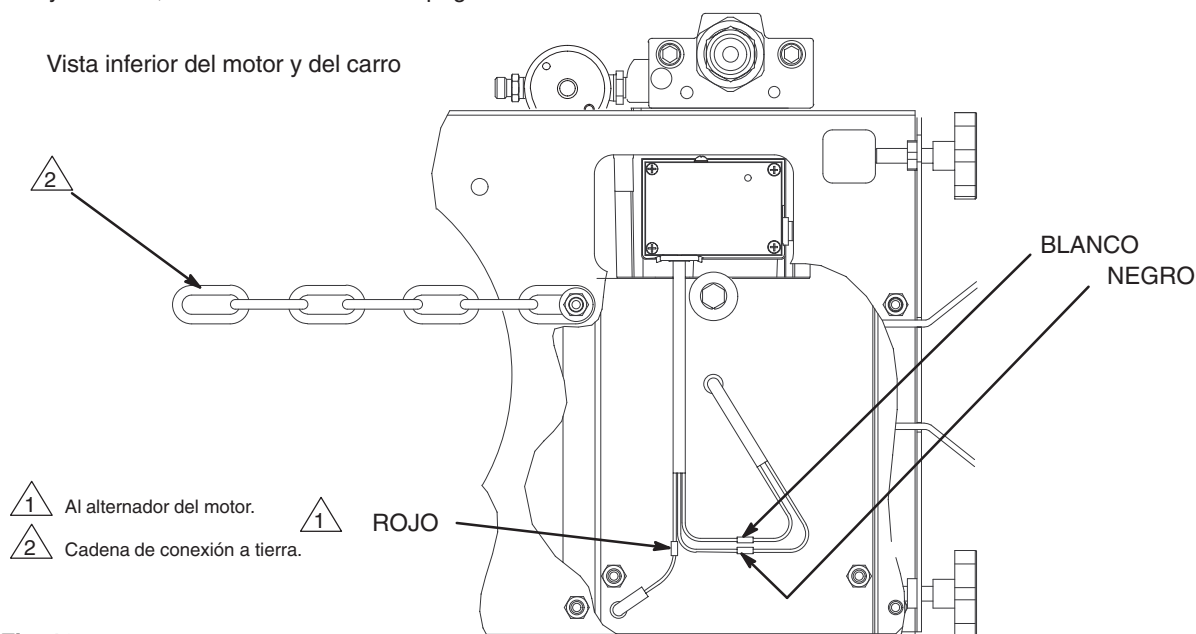

Fig. 19
5. Coloque **el motor (59)** y el conjunto impulsor en la placa de montaje. Alinee los orificios de montaje. Guíe cuidadosamente el cable del motor y el mazo de cables (E) desde el inductor, a través de los ojales adecuados (24) de la placa de montaje (A). Instale los tornillos de brida (71) y las contratueras (46). Instale el tornillo (20), la arandela de seguridad (73) y la arandela (21). Apriete los tres tornillos. Conecte el cable del motor al cable rojo (B), y los cables blanco y negro tal como se indica en el dibujo detallado de la Fig. 19. Coloque el motor, el conjunto impulsor y la placa de montaje en el carro. Instale los cuatro tornillos de la placa de montaje (x), las arandelas (Y), y las tuercas (Z).